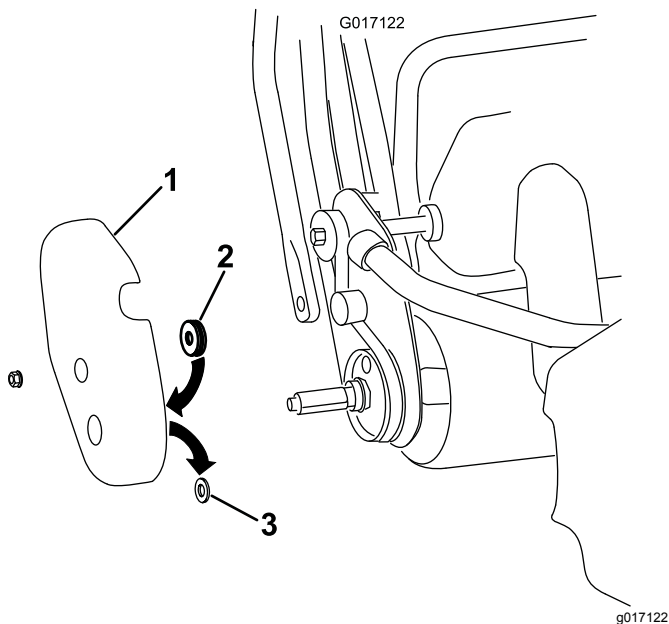

Figura 9
- A. Retire la tapa del tambor del lado derecho de la máquina (Figura 9).
- B. Retire y deseche el anillo de goma del taladro del eje de la tapa del tambor (Figura 9).
- C. Coloque la junta de colchón en el interior de la tapa, alrededor del taladro del eje (Figura 9).